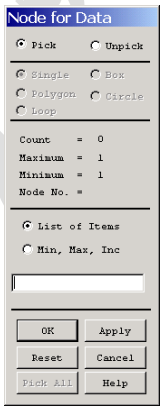

图7.3 图形拾取对话框
(4) 在【Result Item】列表框中选择要查看的结果项目。例如【Nodal Solution】|【DOF Solution】|【Y-Component of displacement】，接着在【Result Item Properties】选项组中将出现一个文本框，其中程序已自动为变量定义了一个名子【UY\_2】，如无需修改单击【OK】按钮确认。
(5) 接着会弹出如图 7.3 所示的图形拾取对话框。在文本框中输入要查看的节点编号或者直接用鼠标在图形视窗中选择节点，然后单击【OK】按钮。